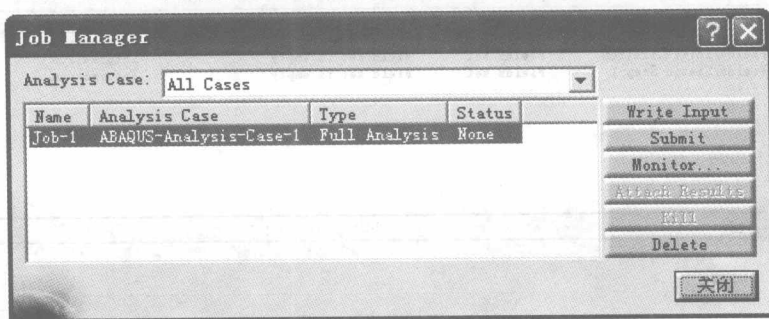
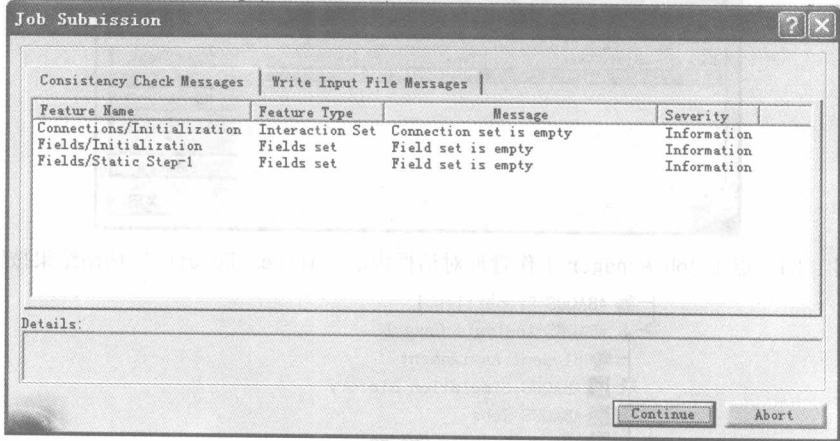

图 1-30 Job Manager 工作管理对话框
图 1-31 Job Submission 认为递交对话框
(12) 运行分析工作。点击工具栏内的 Job Manager 工作管理图标 ，出现 Job Manager 工作管理对话框，如图 1-30 所示。点击对话框内的“Submit”递交任务按钮，就可以向 ABAQUS 分析程序递交分析工作。点击“Submit”递交任务按钮后，出现 Job Submission 认为递交对话框，如图 1-31 所示。对话框内显示任务提交的基本信息，点击对话框内的“Continue”继续按钮，继续提交任务，进行计算。